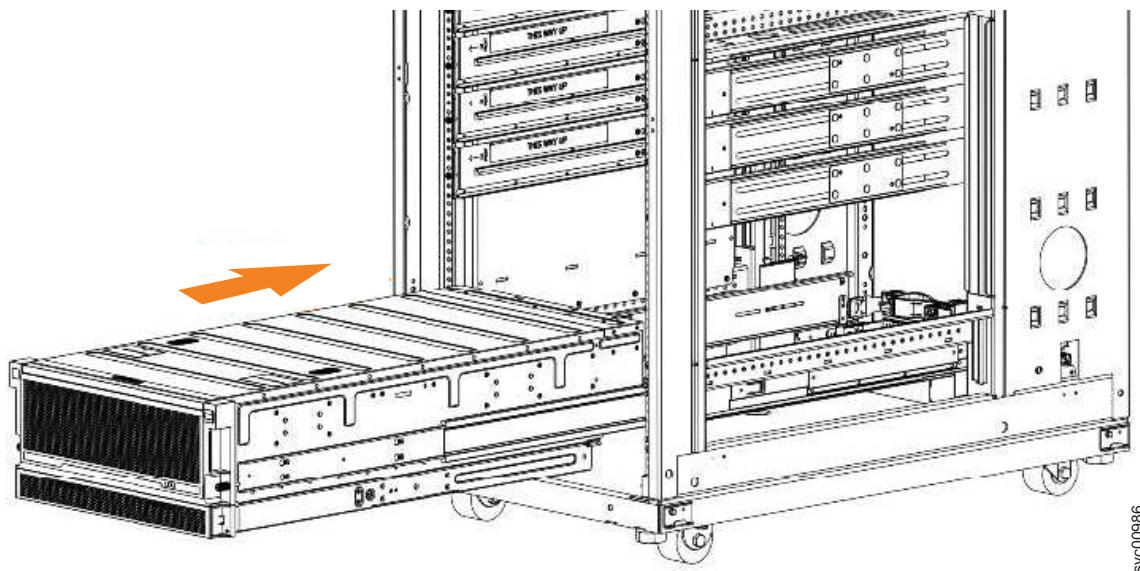

Рисунок 60. Пример установки корпуса в стойку
- Корпус расширения следует устанавливать в самый низ стойки. См. пример на рис. 60.